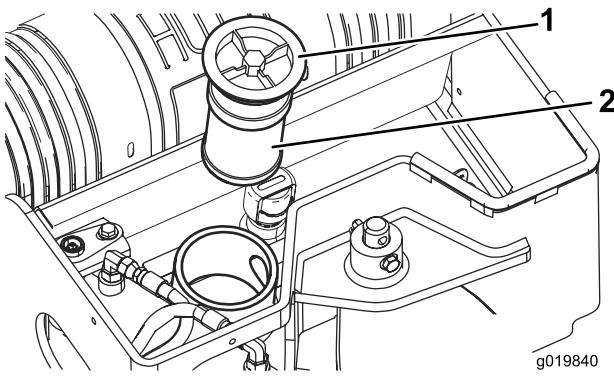

Figura 60
5. Retire y deseche el filtro usado (Figura 60).
6. Instale el filtro hidráulico nuevo y el tapón de llenado (Figura 60) y apriete el perno del tapón a 21–25 Nm.
6. Retire el tapón de llenado del depósito hidráulico y el filtro (Figura 60).
11. Instale el filtro hidráulico y el tapón de llenado (Figura 60) y apriete el perno del tapón a 21–25 Nm.